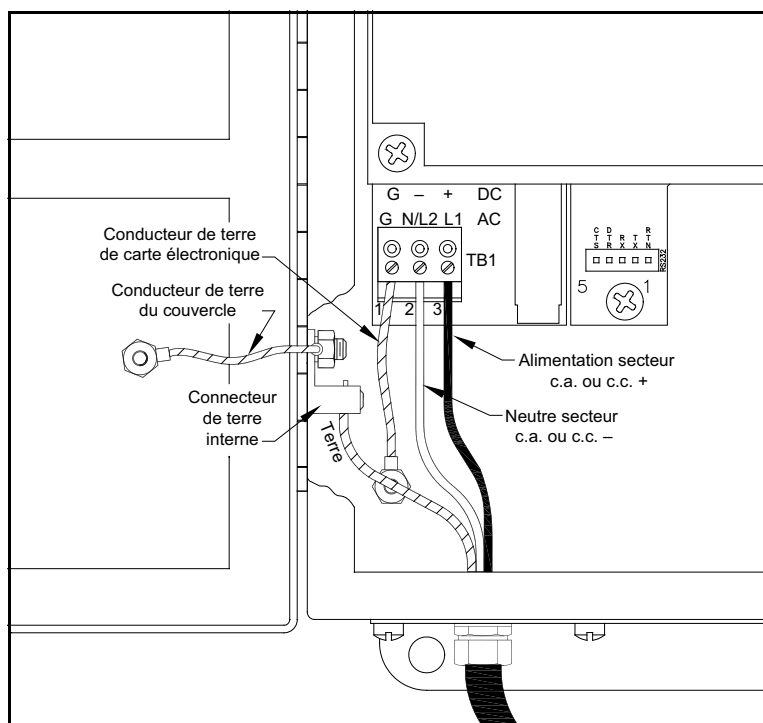

Figure 3: Câblage de l'alimentation secteur
Reportez-vous à la Figure 3 ou Figure 9 pour repérer l'emplacement du bornier TB1 et raccordez l'alimentation secteur comme suit :
3. Reliez le conducteur de mise à la terre au raccord interne de mise à la terre situé sur le côté du boîtier (voir Figure 3 ci-dessous).
4. Raccordez le conducteur neutre ou de phase (ou le conducteur d'alimentation c.c. négatif) à la borne TB1-2 et le conducteur d'alimentation secteur (ou le conducteur d'alimentation c.c. positif) à la borne TB1-3, comme indiqué à la Figure 3.